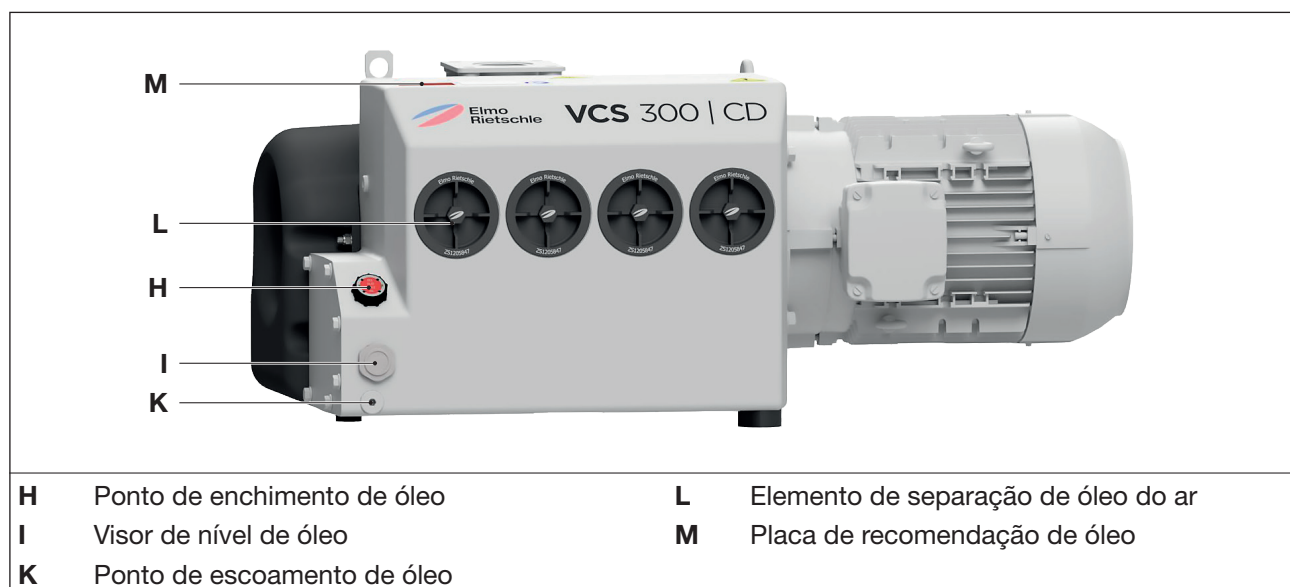

Fig. 7 Troca de óleo e separação de óleo
Como meio operacional, recomendamos a utilização dos seguintes óleos Elmo Rietschle, ver a placa de recomendação de óleo (Fig. 7/M) e também a Tab. 3 na página 32:
- b) Abrir o bujão do ponto de enchimento de óleo (Fig. 7/H) e abastecer com óleo até a borda superior do visor de nível (Fig. 7/I).
- b) Abrir a tampa do ponto de enchimento de óleo (Fig. 7/H), abrir o ponto de escoamento de óleo (Fig. 7/K) e drenar completamente o óleo usado.
- c) Fechar o ponto de escoamento de óleo (Fig. 7/K) e encher com óleo novo no ponto de enchimento de óleo (Fig. 7/H).
- d) Controlar o nível do óleo no visor (Fig. 7/I).
- Desparafusar os elementos de separação de óleo do ar (Fig. 7/L), no sentido anti-horário, com uma chave de anel (tamanho da chave 19 mm).